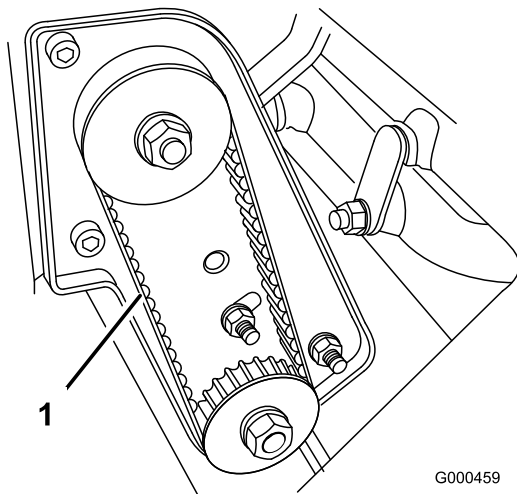

Figure 35
2. Contrôlez la tension de la courroie en exerçant une force de $1,8 \pm 0,5$ kg à mi-distance entre les poulies (Figure 35). La courroie doit présenter une flèche de 4,8 à 7,9 mm. Si ce n'est pas le cas, passez à l'étape suivante.